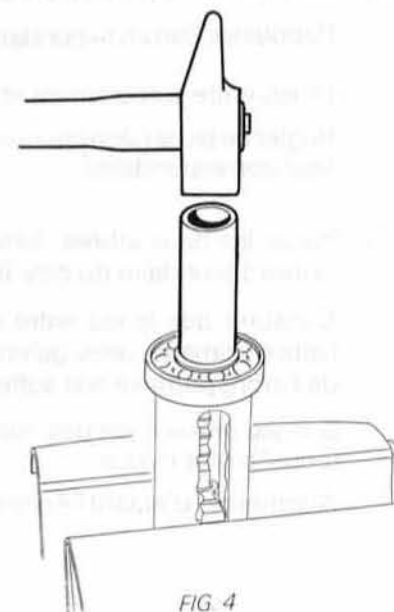

FIG. 4
- Enlever le collier de montage et emmancher le roulement bien à fond à l'aide d'un tube de $\varnothing 27$ intérieur (fig. 4).